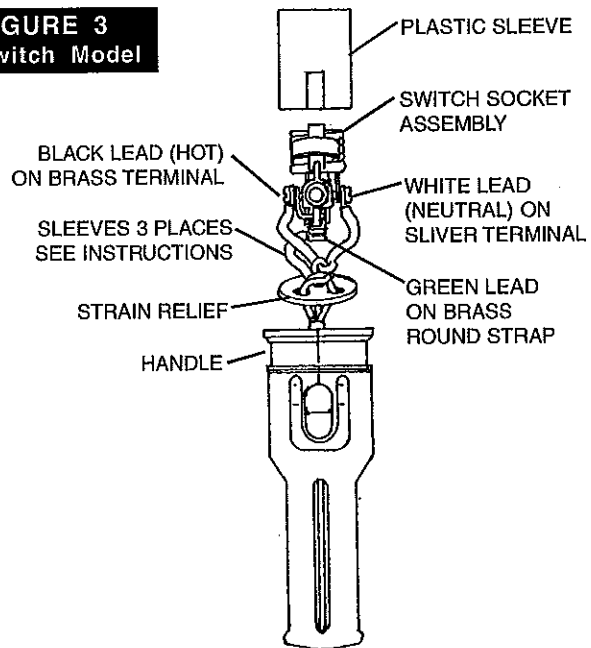

FIGURE 4
- Keyless Model (Fig. 4) insert unit into handle.
- Modelo sin llave** - inserte la unidad en el mango. (Fig. 4)